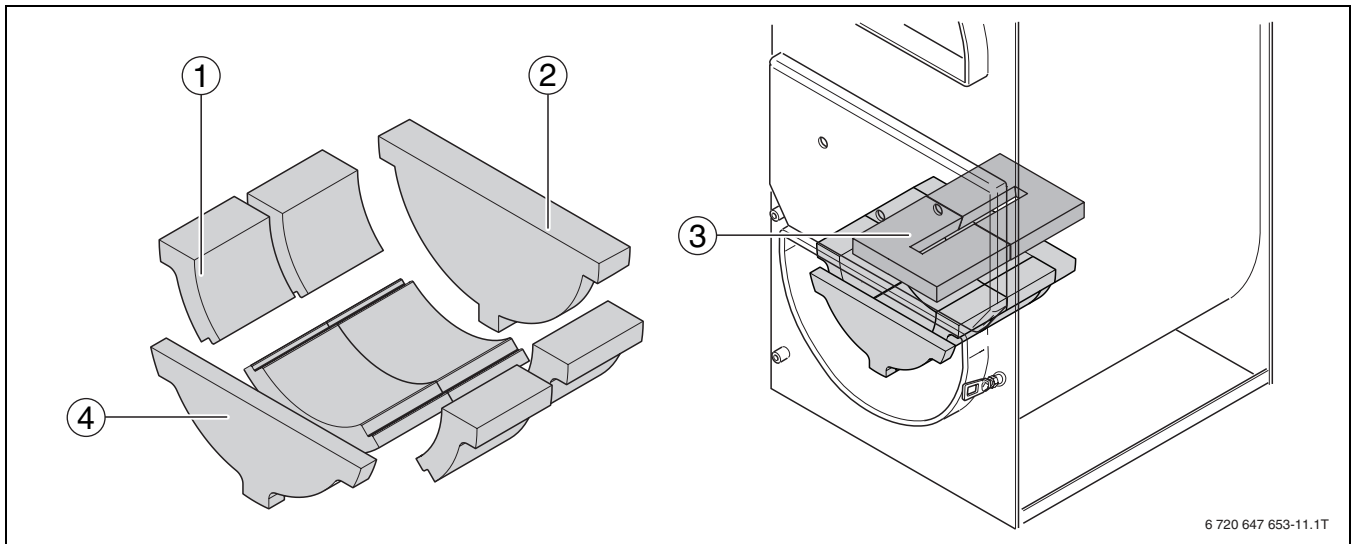

Fig. 26 Poziția plăcilor de șamotă în camera de ardere
- ▶ Așezați plăcile de șamotă înapoi la locul lor (→ Fig. 26, pagina 25).